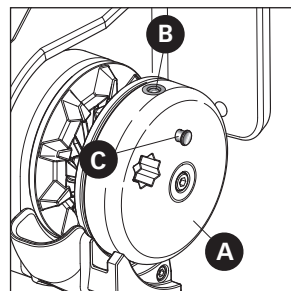

FIG. 1
- Ruotare il coperchio **A** fino ad avere il foro di uscita del perno **B** orientato verso l'alto (come fig. 1).